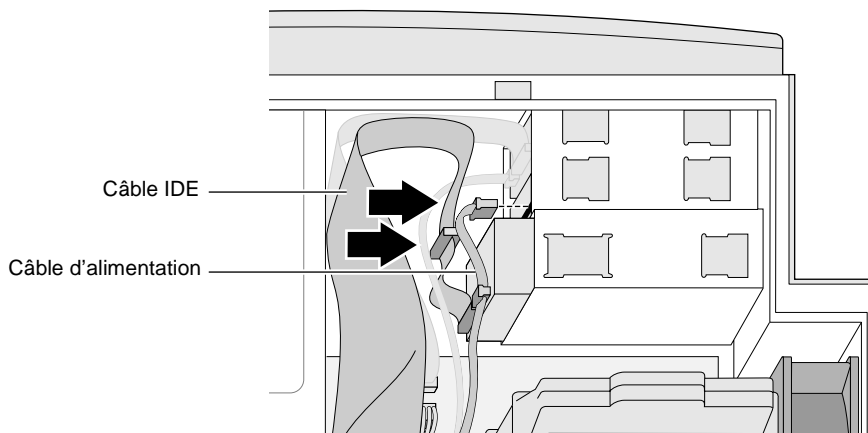

Figure 4-7 Connexion des câbles IDE et d'alimentation
- Si vous installez un autre lecteur dans la baie du milieu ou du bas, branchez le connecteur du câble IDE à l'arrière du lecteur IDE (voir Figure 4-7).
- Si vous installez deux autres lecteurs (dans les baies du milieu et du bas), branchez les deux connecteurs du câble IDE à l'arrière des lecteurs IDE. Branchez le connecteur central au lecteur placé dans la baie du milieu et le connecteur de fin au lecteur placé dans la baie inférieure (voir Figure 4-7).
- Branchez le câble d'alimentation au lecteur IDE. Les connecteurs de ce type de câble sont de tailles différentes selon les types de lecteur et sont conçus de telle sorte qu'ils ne peuvent être insérés que d'une seule façon (voir Figure 4-7).